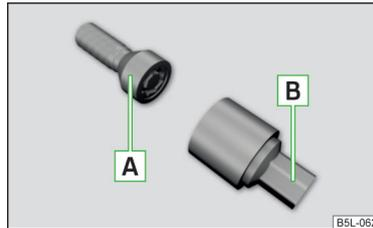

Fig. 240
Los tornillos de rueda antirrobo protegen a las ruedas contra robos. Se pueden **soltar/apretar** solamente con el suplemento **B** » fig. 240.
- Introduzca la llave de rueda hasta el tope sobre el tornillo de rueda. Usar el suplemento para los tornillos de la rueda antirrobo correspondientes » fig. 240 de la pág. 218.